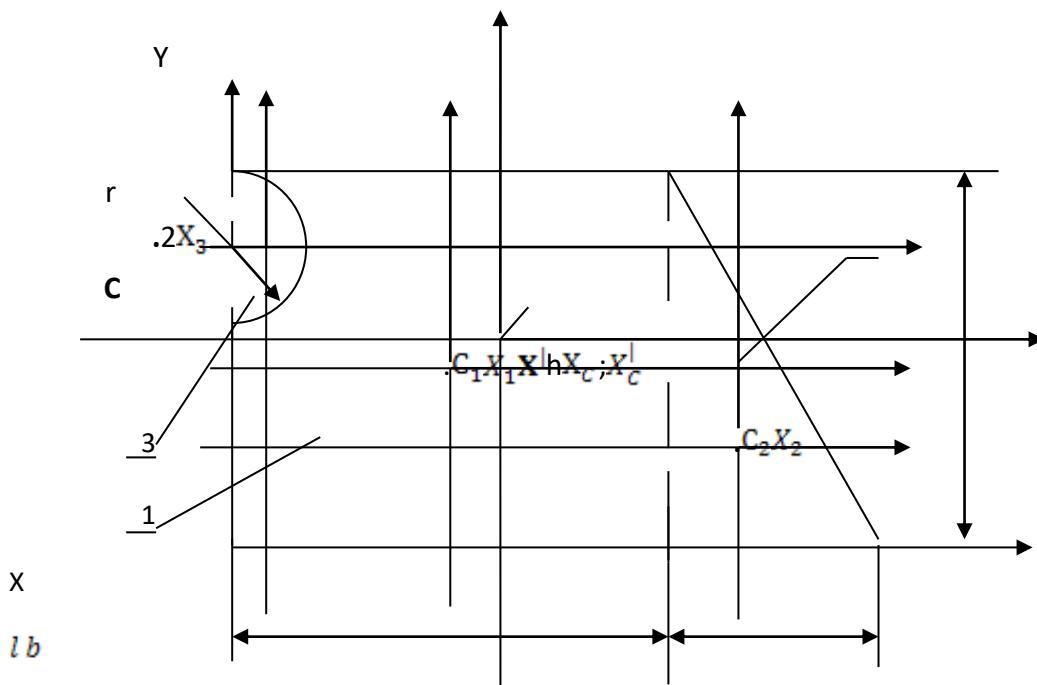

Рис. 6
**Пример №4.** Найти центр тяжести сложной фигуры (см. рис.6), где: